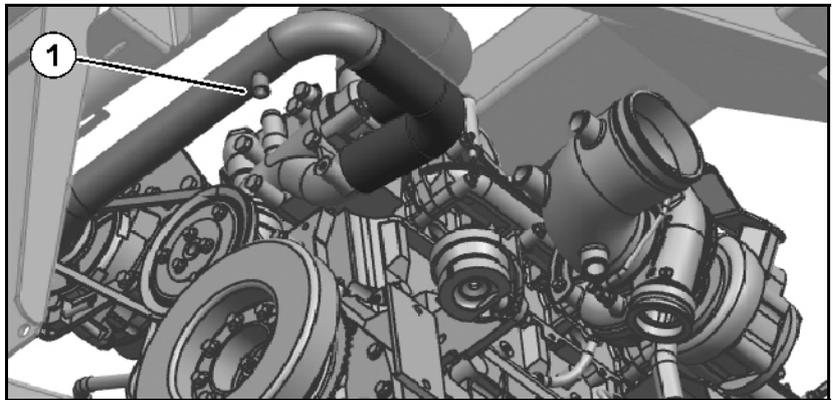

Fig. 148
1. Auffangschale unter Verschlusschraube (Fig. 148/1) aufstellen.